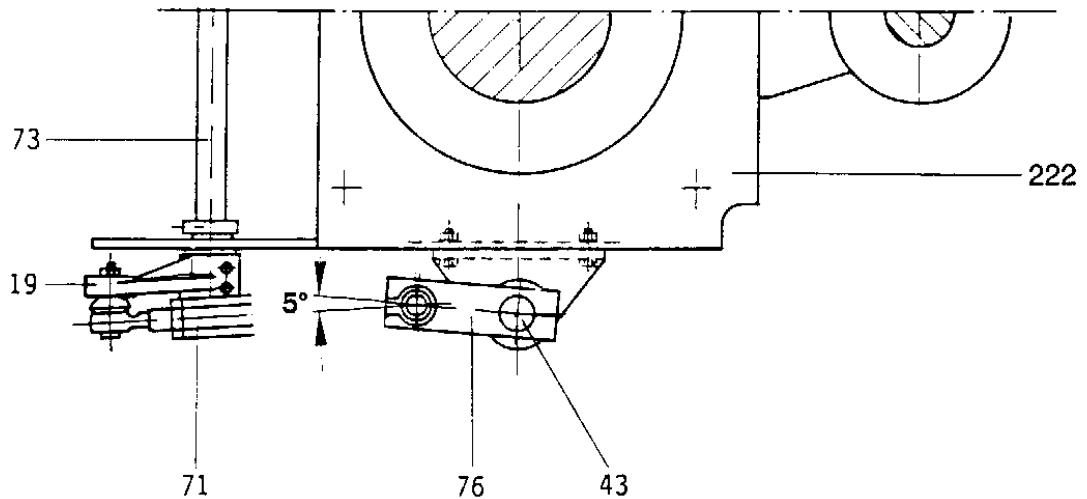

Bild 22
- 7.8.7 Stellung zwischen Kupplungsstück und Antriebswelle markieren und zwei Probeschaltungen mit der Handkurbel 39 durchführen. Die sichere Totpunktverriegelung überprüfen, d. h. darauf achten, daß der Antriebshebel 76 um 5 Grad über den Totpunkt schaltet (Bild 22).
- 7.9.7 Stellung zwischen Kupplungsstück und Antriebswelle markieren und zwei Probeschaltungen durchführen. Die sichere Totpunktverriegelung überprüfen, d. h. darauf achten, daß der Antriebshebel 76 um 5 Grad über den Totpunkt schaltet (Bild 22).
Die Überprüfung der **Antriebe** ist nach der jeweils geltenden Betriebsanweisung vorzunehmen. In den Endstellungen ist die Totpunktlage der Antriebsstangen zu kontrollieren. Nähere Angaben für Trennschalter siehe Punkt 7.7.5 und Bild 10, für Erdungsschalter Punkt 7.8.7 bzw. 7.9.7 und Bild 22.